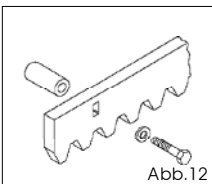

Abb.12
5.4.2. Zahnstange aus Stahl zum Anschrauben (Abb. 12)